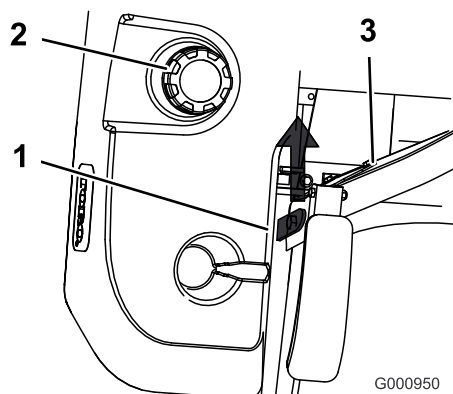

Figura 23
3. Sollevate il sedile al fine di accedere ai componenti sotto il sedile (Figura 23).